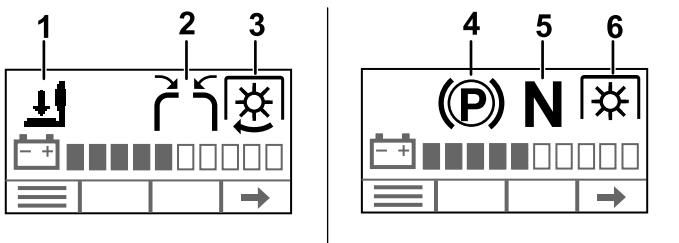

Figura 21
2. Compruebe que el ícono de cada interruptor de seguridad Figura 21 aparece en el InfoCenter cuando el enclavamiento está activado, y que desaparece cuando está desactivado.